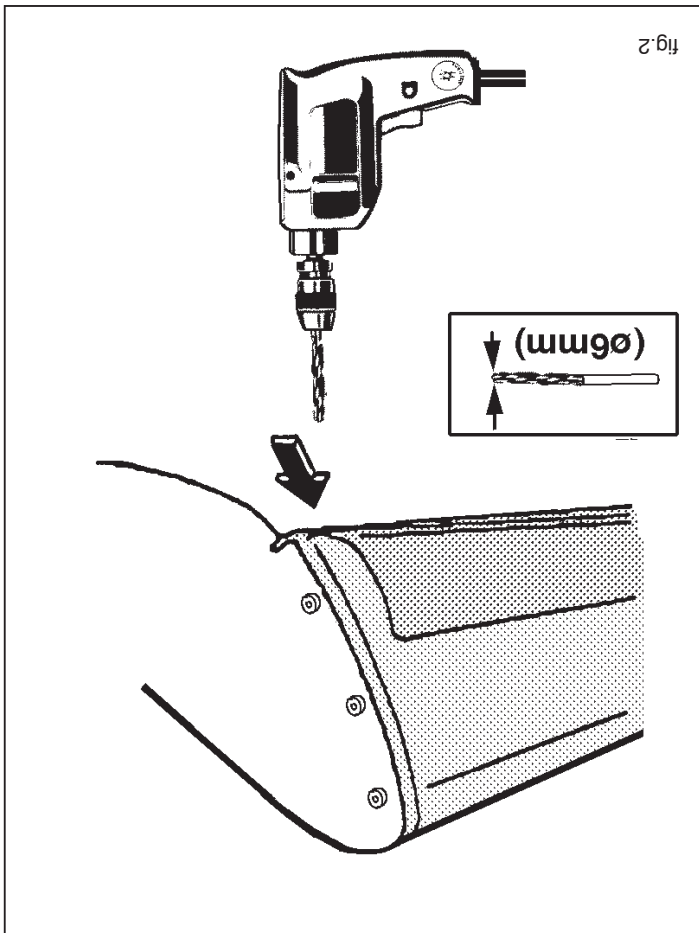

fig.2
1. Maak de bodemvloer in de bagageruimte vrij. Verwijder de zijpanelen en de accu-beschermbak. Neem de bevestiging van de accu los. Maak indien aanwezig de connector los, welke aan de rechterkant in de bagageruimte in de bumper zit. Zie fig. 1. Demonteer de bumper d.m.v. het verwijderen van vier bouten in de bagageruimte. Zie fig. 1. Boor vervolgens een  $\varnothing$  6 mm. boor uit. Zie fig. 2.
1. Clear the trunk and floorboard. Remove the side panels and the protective battery case. Disconnect the battery fasteners. Detach the connector which, if present, is located in the right-hand side of the trunk in the bumper. See fig. 1. Detach the bumper by removing the four bolts in the trunk. See fig. 1. Next, use a  $\varnothing$  6 mm bit to drill two pop rivets on the underside of the wheel casing rims. See fig. 2.
1. Den Fußboden im Kofferraum frei machen. Die Seitenwände und die Batterieschutzkappe entfernen. Die Befestigung vom Akku lösen. Falls vorhanden, den Konnektor lösen, der sich im Kofferraum rechts in der Stobstange befindet. Siehe Abb. 1. Die vier Schrauben im Koffe- rraum entfernen um die Stobstange abmontieren zu können. Siehe Abb. 1. Anschließend an der Unterseite der Radschutzkastenränder zwei Hohlhüten mit einem Durchmesser von 6 mm bohren. Siehe Abb. 2.
1. Zrobić dostęp do podłogi bagażnika . Zdjąć boczne ścianki oraz pok- rywę ochronną akumulatora. Rozłączyć łącznik, jeśli takowy występu- je, znajdujący się w bagażniku z prawej strony w zdzierzaku. W celu demontażu zdzierzaka odkręcić cztery śruby w bagażniku , patrz rysu- nek 1. Na spodniej stronie krępędzi skrzynek ochronnej koca wywie- rzyć dwa nity rurkowe o średnicy 6mm, patrz rysunek 2.